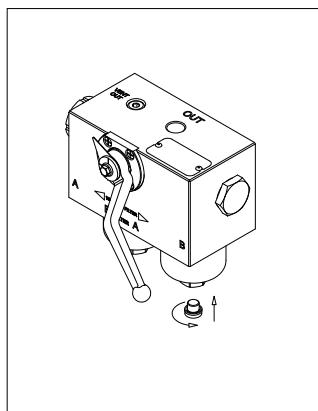

fig. 20
- (Fig. 20) Serrare il tappo di drenaggio facendo riferimento alla tabella delle coppie di serraggio al paragrafo 3